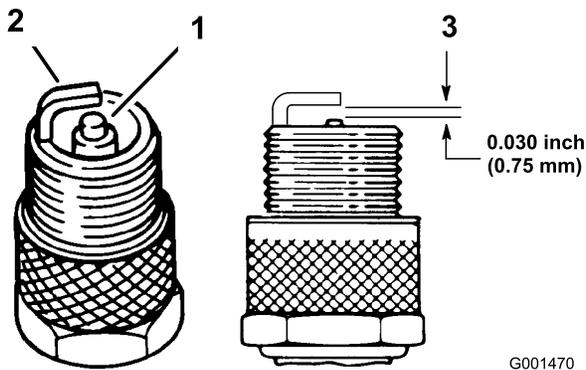

Figura 45
4. Verifique o estado dos elétrodos lateral e central, bem como do isolante do eléctrodo central, certificando-se de que não se encontram danificados (Figura 45).
5. Ajuste a folga existente entre a zona central e lateral dos elétrodos para 0,76 mm (Figura 45).